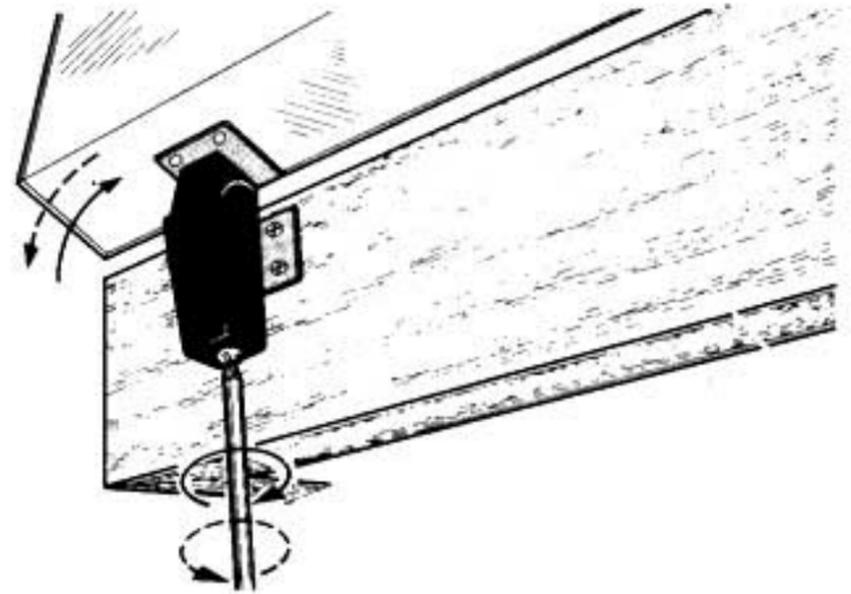

Fig. 13 Abb. 13
② The hinges are adjusted at the factory so that the dust cover will stay at approximately 45° when it is opened. To adjust this angle, turn the adjusting screw on the bottom of each hinge, with a Philips screw driver as shown in Fig. 13. Turning the screw clockwise decreases the stop angle, and turning it counterclockwise increases it.
② Les charnières sont réglées en usine, de façon que le couvercle antipoussière reste à environ 45° lorsqu'il est ouvert. Pour ajuster cet angle, tournez la vis de réglage sur le fond de chaque charnière avec un tournevis Philips, comme l'indique la Fig. 13. L'angle d'arrêt diminue lorsqu'on tourne la vis dans le sens des aiguilles d'une montre, et il augmente dans le sens inverse.
② Die Scharniere sind werksseitig so eingestellt, daß die hochgeklappte Abdeckhaube einen Winkel von 45° bildet. Der Öffnungswinkel kann durch Drehen der Justierschraube an der Unterseite der Scharniere mit einem Schraubenzieher eingestellt werden (siehe Abb. 13). Der Öffnungswinkel verkleinert sich bei Drehen der Schraube im Uhrzeigersinn und vergrößert sich bei Schraubendrehung in entgegengesetzter Richtung.